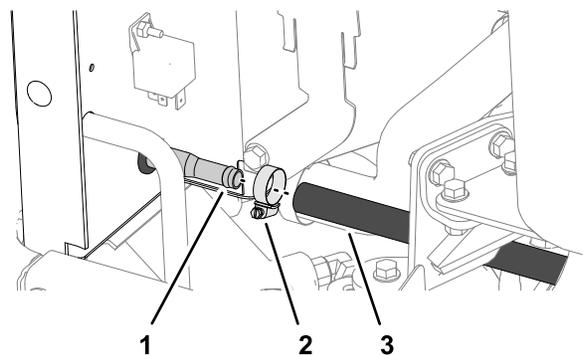

Figure 12
2. Retirez le collier qui maintient la durite d'entrée du refroidisseur d'huile hydraulique sur le tube d'entrée d'huile, et débranchez la durite du tube (Figure 12).